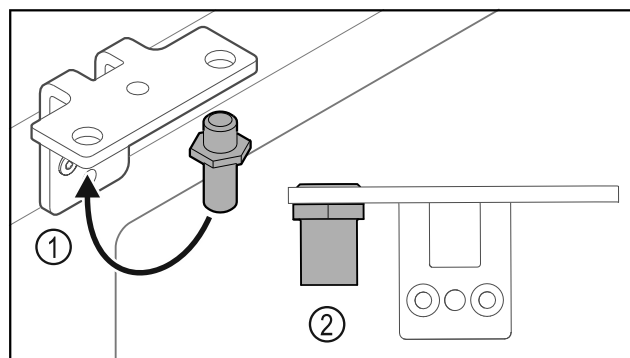

Fig. 31
- Premiestnite čap Fig. 31 (1) v uholníku závesu.
- Uťahnite čap Fig. 31 (2) ťahovacím momentom 12 Nm.